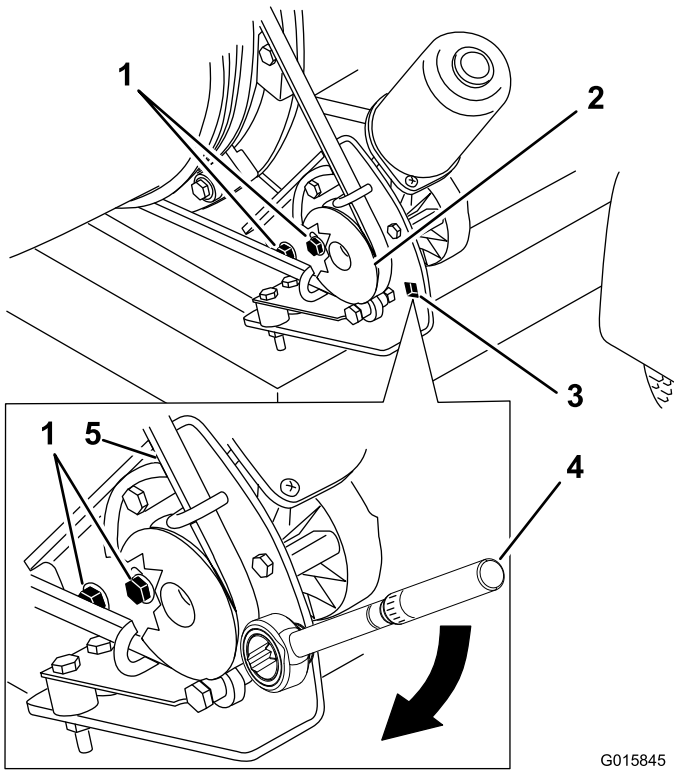

Figure 28
1. Desserrez les boulons qui fixent le support de la poulie au cadre du souffleur (Figure 28).
2. Placez une clé dynamométrique dans le support de la poulie (Figure 28).
3. Faites pivoter le support de poulie et éloignez-le de l'embout jusqu'à ce que la clé dynamométrique indique 22,6 à 26 N·m (200 à 230 po-lb) (Figure 28).